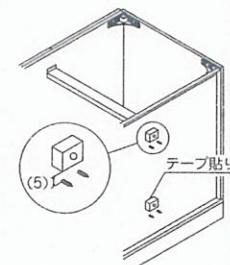

図7-1
(3) キャビネットの設置
- ①キャビネット背面側の所定の位置にスペーサーを貼付けてください。(図7-1)
- ②キャビネットを所定の位置に設置してください。